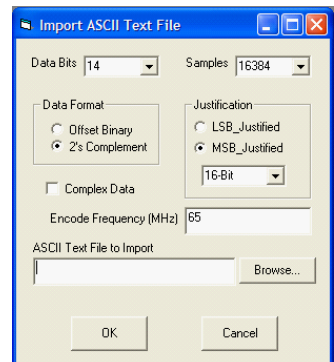

図10. [Import ASCII Text File]ダイアログボックス
3. 図10のウィンドウが開きます。このウィンドウで、テキスト・データ・ファイルの解釈方法に関する情報をADC Analyzerに与えることができます。入力パラメータのどれかが間違っていると、時間データとFFTデータのどちらも正しいものにはなりません。